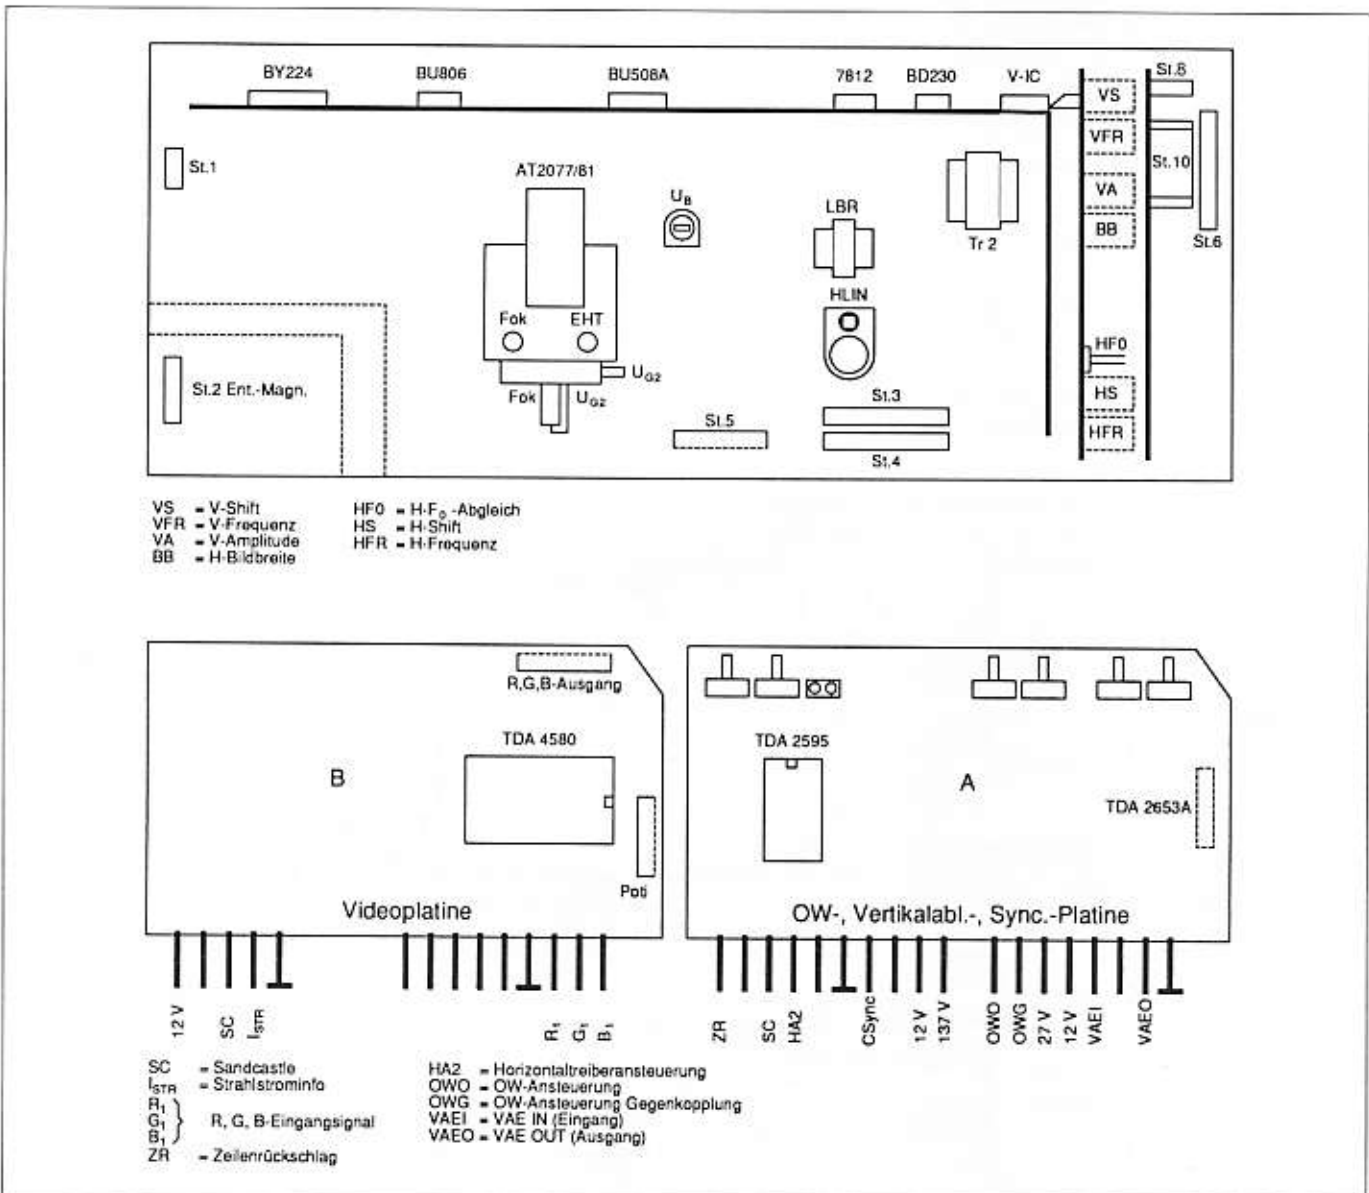
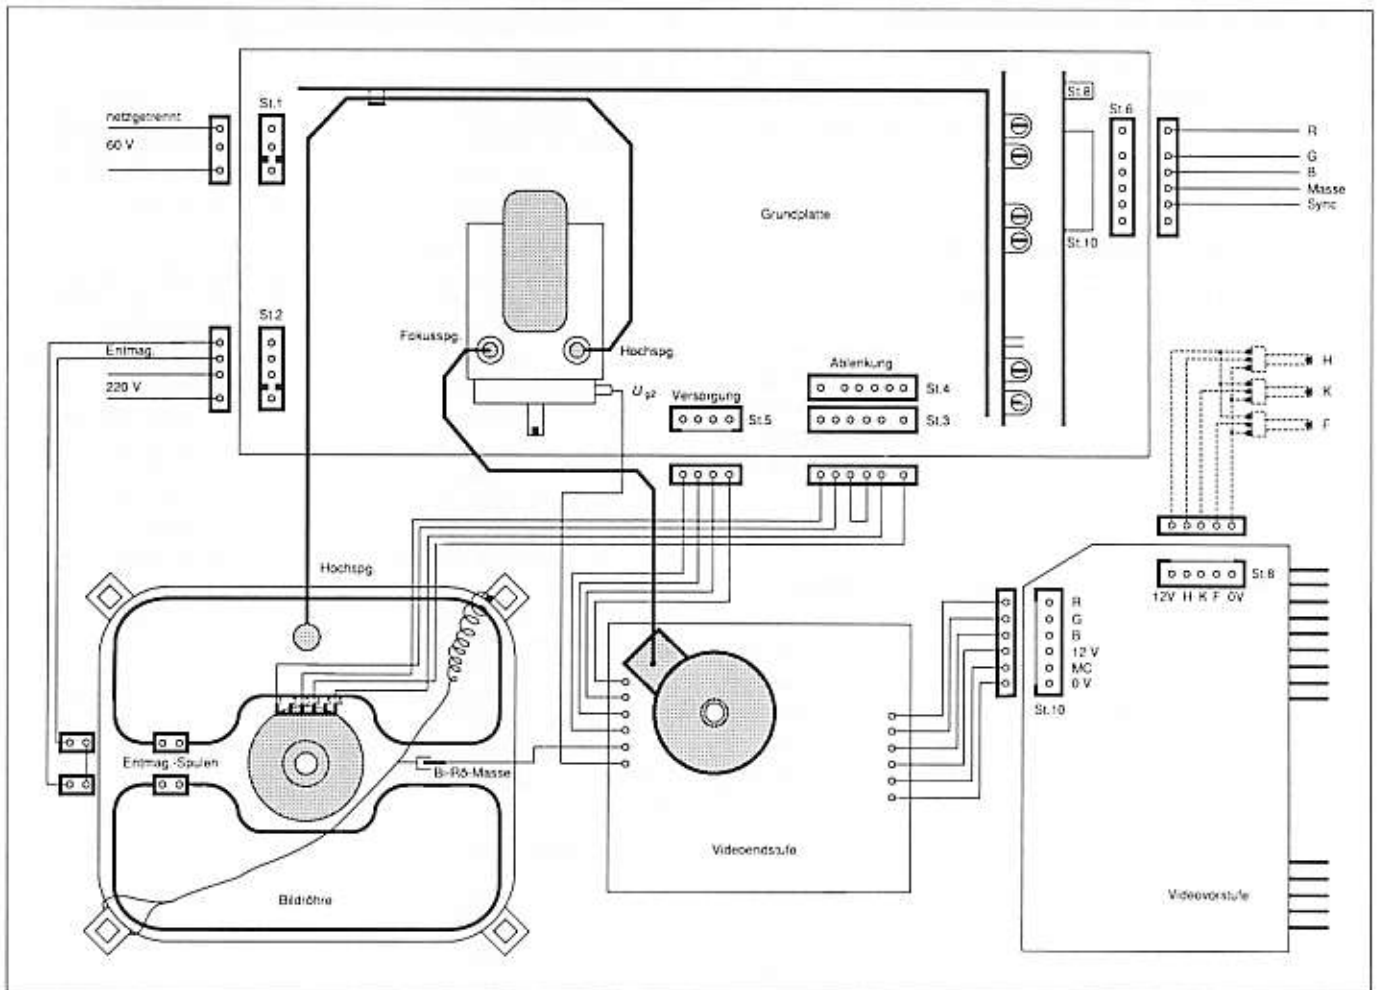

Bild 2. Aufsicht auf das Valvo Compact Chassis VCC 93/00 sowie Teilansicht der R,G,B-Platine mit Kennzeichnung der Stecker, Massepunkte und Stellpotentiometer.
Bild 3. Verbindungsplan des Valvo Compact Chassis VCC 93/00
- Helligkeit, Kontrast, Farbe (auch für R,G,B) über von außen zugeführte Gleichspannungen (1 ... 12 V) einstellbar (siehe Verbindungsplan in Bild 3).
Die einzelnen in den folgenden Abschnitten erläuterten Positionen des Valvo Compact Chassis VCC 93/00 sind in Bild 2 gekennzeichnet. Bild 3 zeigt den Verbindungsplan zum Aufbau eines Sichtgerätes.
Der Weißabgleich kann mit den Potentiometern P 401 für Rot, P 402 für Grün, P 403 für Blau auf der Bildröhren-Sockelplatte durchgeführt werden. Helligkeit, Kontrast und Farbe werden durch von außen zugeführte Gleichspannungen zwischen 0 V und 12 V eingestellt. Über den Stecker 8 werden die Außenpotentiometer (nicht im Lieferumfang enthalten) mit dem Chassis verbunden (vgl. Verbindungsplan in Bild 3).